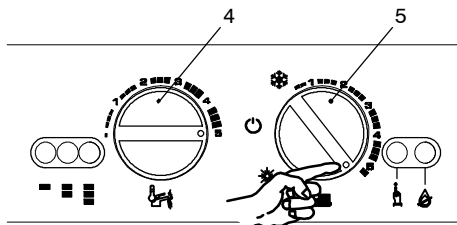

fig. 7.1
- 5 Colocar el conmutador de función 5 igual que en la fig. 7.1